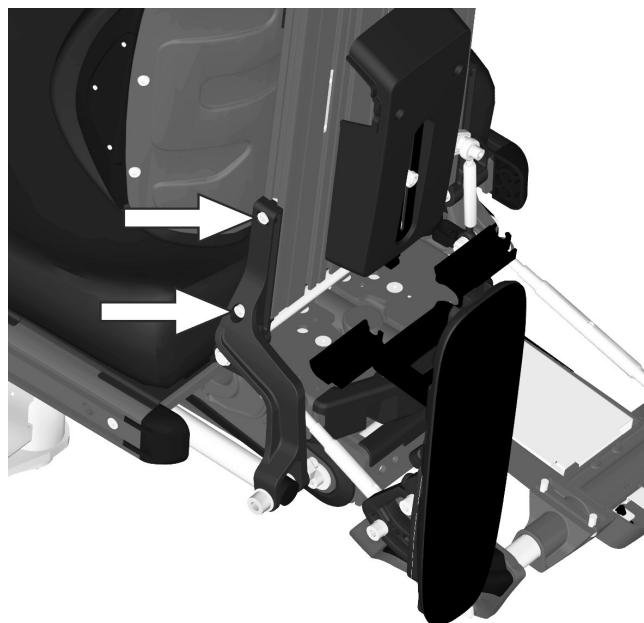

Abbildung 169. Das Rückenlehnenprofil ist an der linken bzw. rechten Seite mit zwei Schrauben befestigt.
5. Für die Wiedermontage Halterungen des Rückenlehnenprofils in die Nut des Profils an der linken bzw. rechten Seite einpassen. Profil nach unten schieben, bis der Anschlag der Halterung an der linken bzw. rechten Seite am Ende des Rückenlehnenprofils anliegt. Rückenlehnenprofil durch Festziehen der Schrauben links und rechts befestigen. Siehe Abbildung. 169. Schraube mit einem Drehmomentschlüssel festziehen. **Anziehdrehmoment 9,8 Nm.**